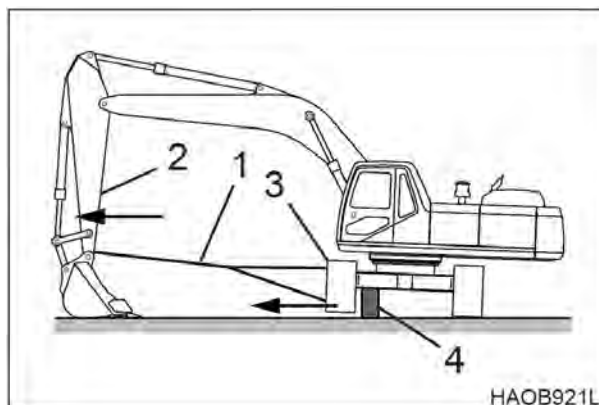

Рис. 6
- Прикрепите один конец кабеля (1, рис. 6) (6 x 19 норм. Z -  $\phi 14$  -  $\phi 16$  типа А) на рукоять, а другой конец на боковую раму (3). Соедините оба конца при помощи соответствующего зажимного устройства.
- Медленно поднимите боковую раму (3, рис. 6) при помощи домкрата и заблокируйте (4). Вытяните рукоять (2) для смещения боковой рамы до ее упора в ограничитель.